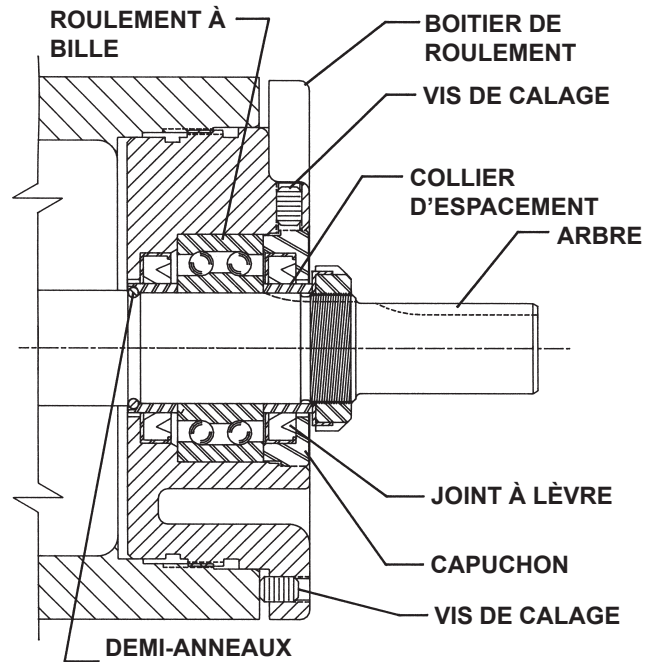

FIGURE 9
4. Desserrer les deux vis de calage sur la face du boîtier de roulement et déposer le boîtier de roulement du support. **Voir Figure 9.**